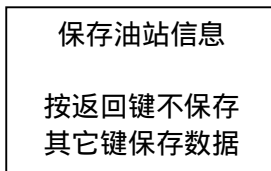

图 6-3-33 保存数据提示
- (3) 修改完毕，数据采集器显示保存提示(图 6-3-33)。按“返回”键放弃保存返回上级子菜单；按其它键，将油站信息保存到检定卡中。